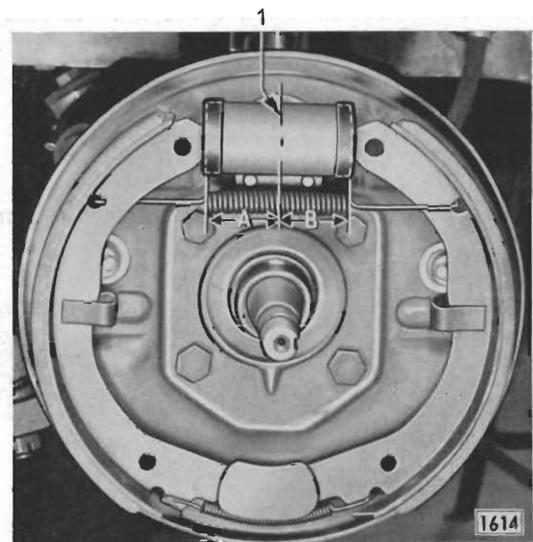

Bild 25 - Radbremszylinder muß an beiden Vorderradbremsten mit der langen Seite nach vorn zeigen – linke Vorderradbremse gezeigt
5. **Beim** Einbau darauf achten, daß an jeder **Bremse** der Radbremszylinder mit der langen Seite (25/A) – von Mitte Gewindebohrungen des Radbremszylinders aus gesehen – nach vorn – in Fahrtrichtung – zeigt (Bild 25).